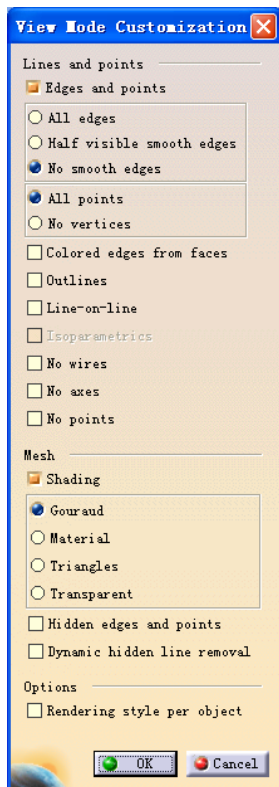
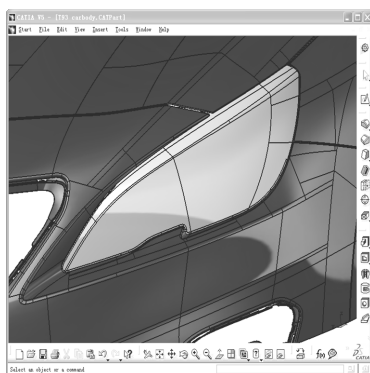
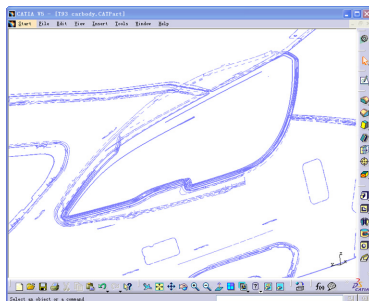

图 1-65
图 1-66
图 1-67
- : 定制视图参数 (Customize View Parameters)。单击该图标, 将弹出如图 1-65 所示的对话框, 从中可以自定义显示模式。当选中 All edges 和 Material 单选按钮时, 显示效果如图 1-66 所示。当选中 No smooth edges 单选按钮, 且同时取消选中 Shading 复选框时的效果如图 1-67 所示。